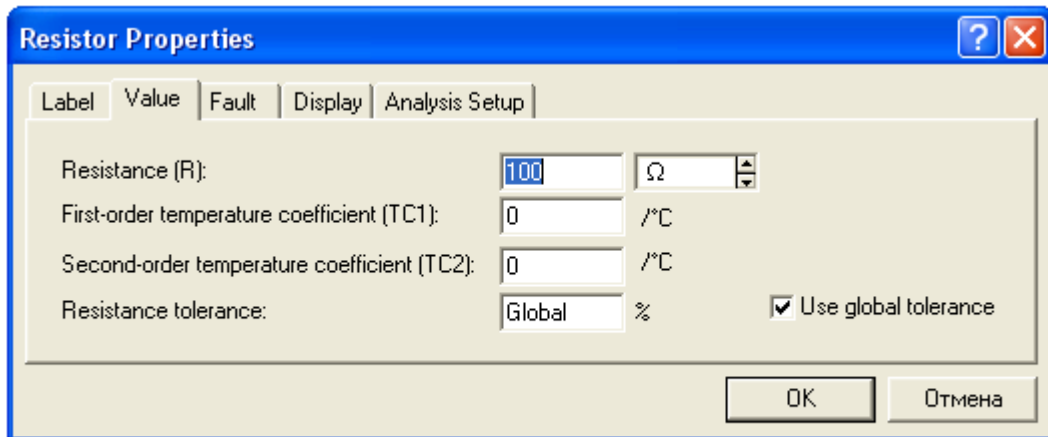

Рис. 6
Відкриється панель (рис. 6), у віконці Resistance (R): 100 Ω якої необхідно встановити вимаганий опір навантаження та підтвердіть це кнопкою ОК.